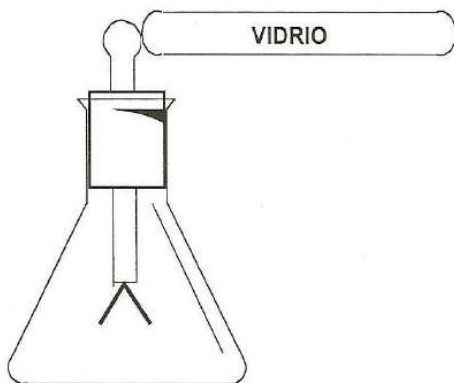

Figura 2.10 Electroscopio de láminas, carga por inducción
- Frota nuevamente la barra de vidrio con la piel de conejo y acerca lentamente al electroscopio de láminas sin que se toque, figura 2.10.